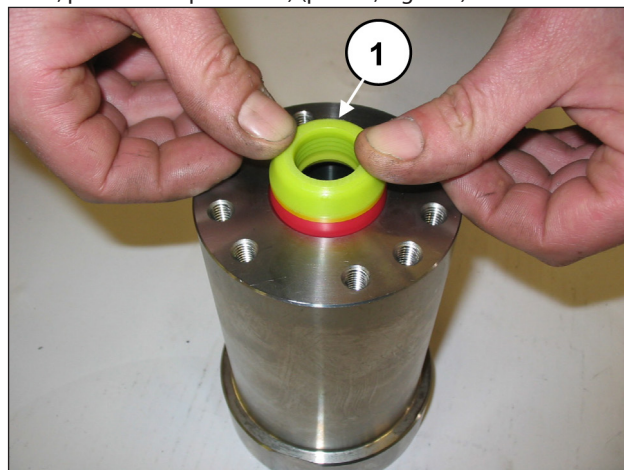
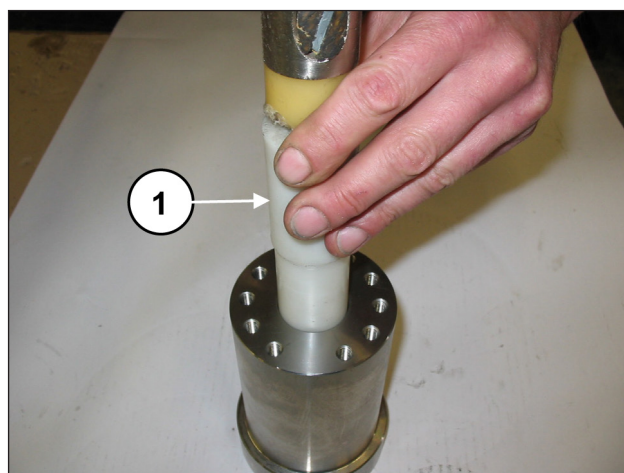
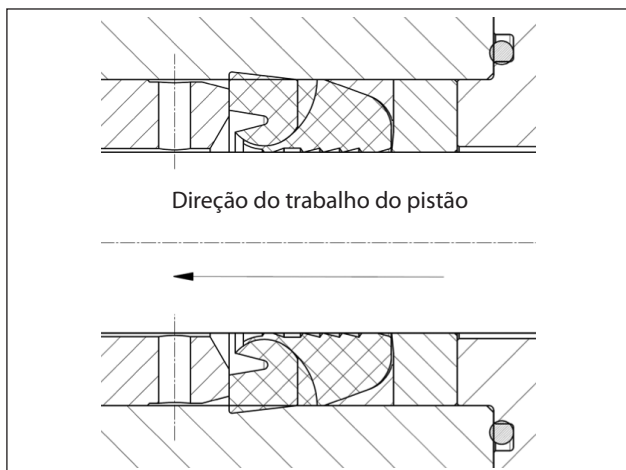

Fig. 132
Fig. 133
Fig. 134
introduza o pacote H.P. (alta pressão) (pos. ①, Fig. 132); dada a leve interferência entre a vedação e a camisa para evitar eventuais danos, aconselha-se o uso da ferramenta especial (cód. 27540100 para SK20, SK22 e SK24, cód. 27540900 para SK26, para SK28 e para SK30) (pos. ①, Fig. 133).
A vedação H.P. deve ser introduzida na camisa, conforme indicado na Fig. 132 e Fig. 134.